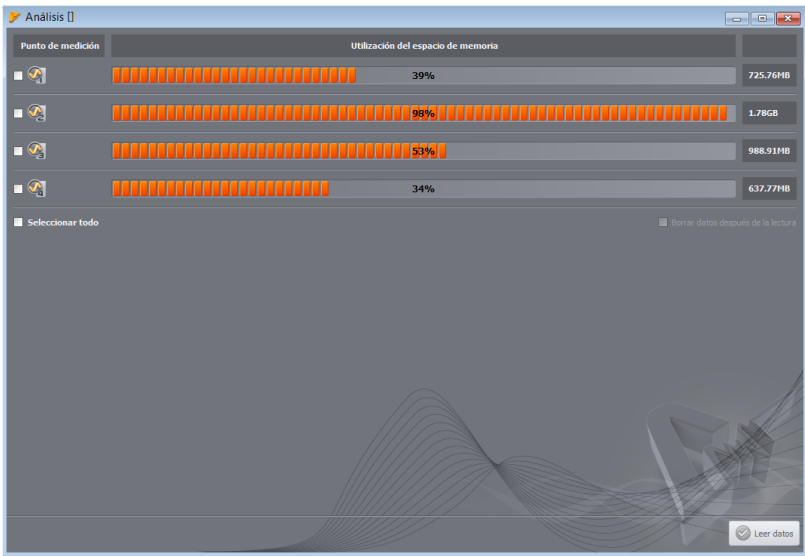

Fig. 53. Selección de datos para lectura.
Después de una conexión correcta del medidor con el ordenador se muestra la ventana como en la Fig. 53 y se pueden elegir los datos para descargar y su posterior análisis. Para ello, se seleccionan los puntos de medición deseados para obtener los datos. En el lado derecho de barra de la ocupación de la memoria se muestra el volumen real de los datos. Para comenzar a descargar datos de la configuración de medición seleccionada, haga clic en el botón **LEER DATOS**.
- Al hacer clic en **LISTA** se vuelve (después de confirmar) a la ventana de leer los datos desde el analizador (Fig. 53). Si hasta ahora no se han guardado los datos descargados, se perderán.